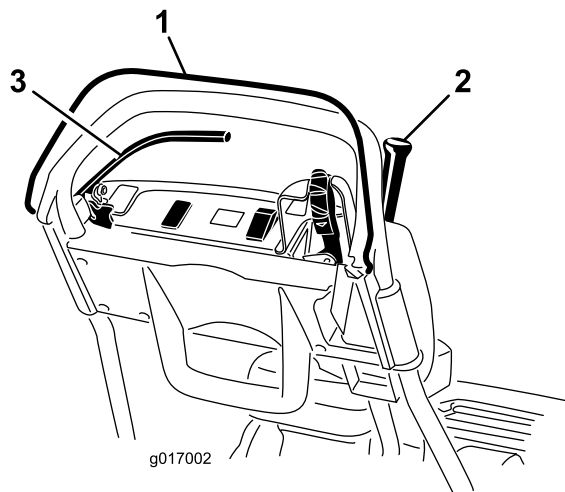

Figura 36
- Con el CPO quitado, intente engranar la palanca de tracción (Figura 36). La palanca de tracción no debe engranarse. Si la palanca de tracción se engrana, es necesario ajustar el sistema de interruptores de seguridad. Corrija el problema antes de usar la máquina.
- Con el CPO apretado y la palanca de tracción engranada, suelte el CPO (Figura 36). La palanca de tracción debe desengranarse. Si la palanca de tracción
4. Con el CPO apretado y la palanca de cambios hacia la izquierda, engrane la tracción y el molinete, y suelte el CPO (Figura 36). La palanca de tracción debe desengranarse. Si la palanca de tracción no se desengrana, es necesario ajustar el sistema de interruptores de seguridad. Corrija el problema antes de usar la máquina; consulte Mantenimiento del interruptor de seguridad de la tracción \(página 36\).